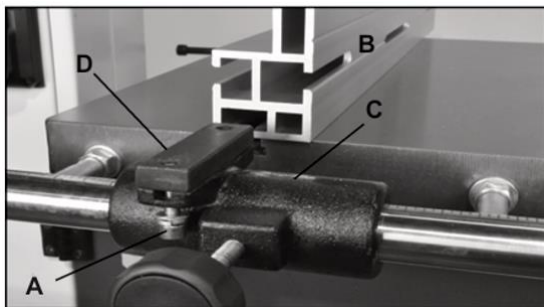

Рис. 35
1. Открутите два винта с шестигранной головкой (А, рис. 35), которые крепят съемный упор (В, рис. 35) к держателю (С, рис. 35). Сдвиньте параллельный упор вперед, чтобы снять его с выдвигного блока держателя (D, рис. 35).
- 3 Ослабьте два винта с шестигранной головкой (#10С, рис. 35, А), которыми упор (# 1С) крепится к держателю (#6С). Сдвиньте упор вперед, чтобы снять его со скользящего блока держателя (#5С).